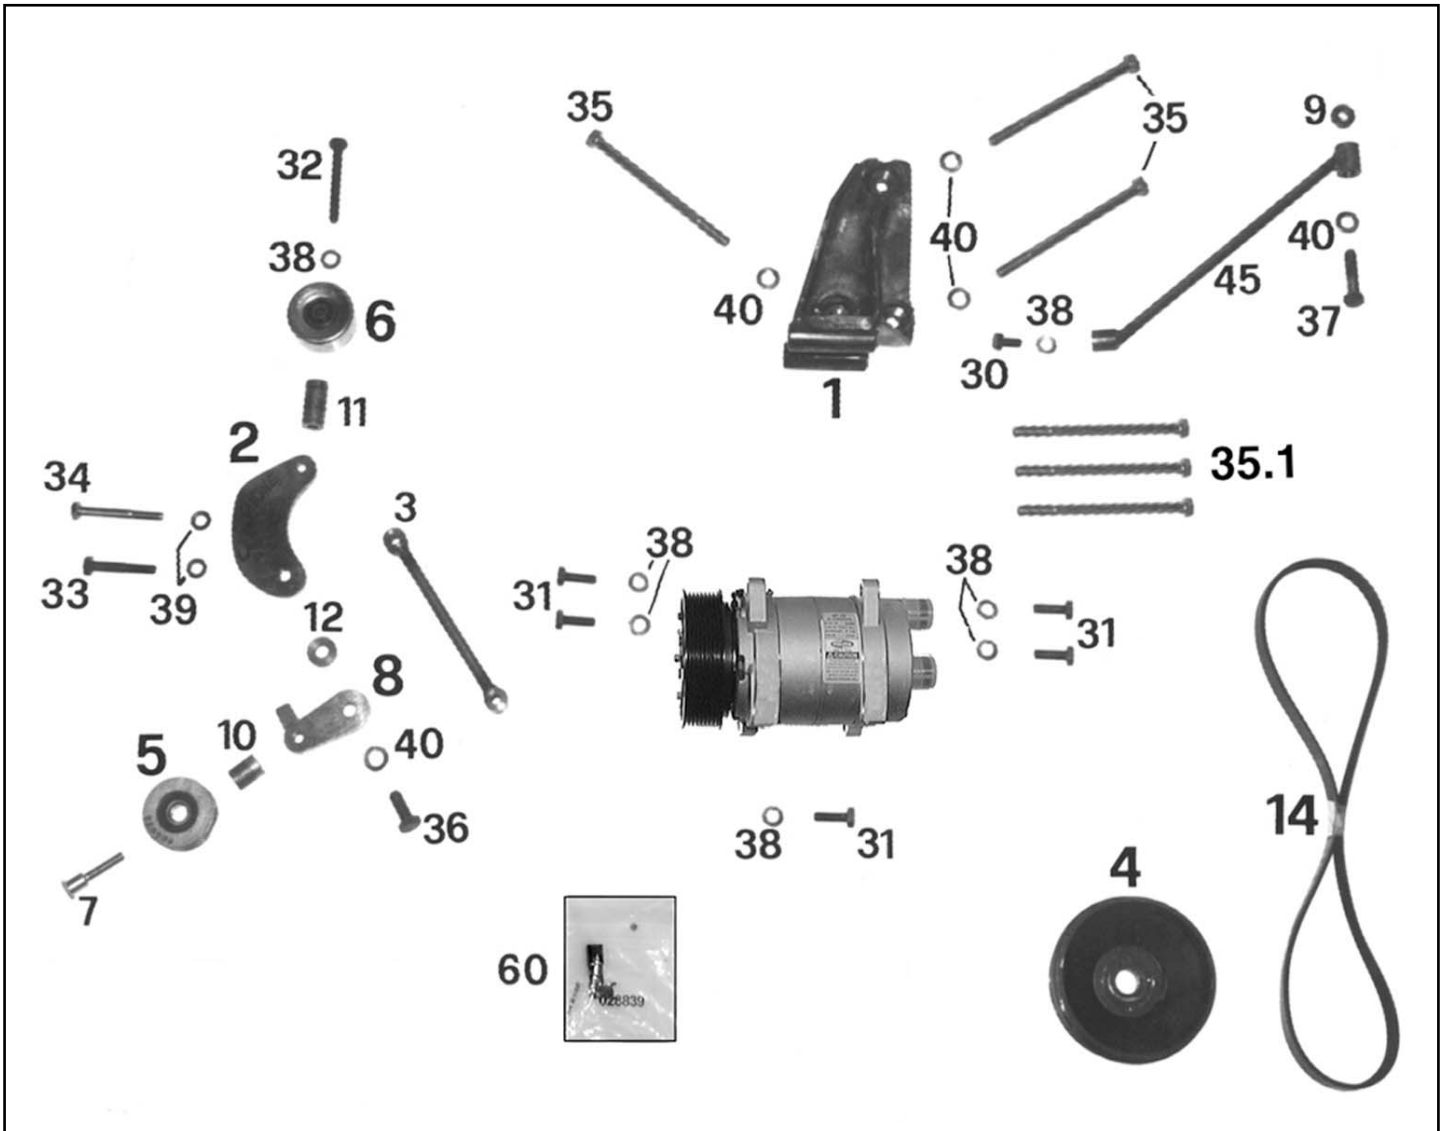

FIG. 1
Lo schema di montaggio illustra l'impianto AC e comprende a volte dei componenti accessori (es. minimo veloce, radiatore, ecc.) che debbono però essere ordinati separatamente, in aggiunta all'impianto base, consultando il ns. listino. Tutte le indicazioni relative alla DESTRA ed alla SINISTRA sono riferite al senso di marcia: SINISTRA = lato guida, DESTRA = lato passeggero. Tutti i numeri presenti nel testo e nelle figure, indicano componenti forniti del condizionatore e vanno pertanto riferiti ai kit di fig. 1. Tutte le viti e i raccordi tubi gas vanno bloccati senza superare i valori massimi delle coppie di serraggio indicati nella tabella seguente, se non diversamente specificato nel testo. Per il corretto funzionamento ed affidabilità delle cinghie installate, eseguire le seguenti operazioni:
Le manuel des instructions illustre l'équipement A.C. et il comprend quelque fois des composants accessoires (par ex. ralenti-accélééré, radiateur, ventilateur, etc) qui doivent cependant être commandés séparément, outre à l'installation de base, en consultant notre catalogue. Toutes les indications de DROITE et de GAUCHE se réfèrent à la direction de marche: GAUCHE = côté conducteur, DROITE = côté passager. Tous les numéros du texte et des figures indiquent les composants fournis du conditionneur. Ils doivent par conséquent être référés au kit de fig. 1. Tous les vis et les raccords des tuyaux gaz doivent être bloqués sans dépasser les valeurs maximum des couples de serrage indiqués dans le tableau suivant, si ce n'est pas spécifié différemment. Pour obtenir le bon fonctionnement et la fiabilité des courroies installées, effectuer les opérations suivantes:
This instruction manual illustrates the A.C. system and at times, includes accessories (eg. idle-speed device, radiator, fan, etc.). These parts, however, must be ordered separately from the basic kit, consult our parts list. All references to RIGHT and LEFT hand are related to driving direction: LEFT = driver's side, RIGHT = passenger's side. All numbers quoted in the next and under the photos refer to the components supplied of the air conditioning unit. One must therefore refer to the kit shown in fig. 1. All screws and gas pipes fittings must be locked without exceeding the maximum value of the driving torques indicated in the following table, if not otherwise. To ensure functioning and reliability of installed belts, carry out the following procedures:
Die Einbauanleitung beschreibt die Klimaanlage, in einigen Fällen gehören jedoch Bauteile hinzu (z.B. Leerlaufforrichtung, Kühler, Lüfter usw.) die separat zur Grundausstattung der Anlage zu bestellen sind, da es sich um Zusatzteile handelt, siehe unsere Preisliste. Alle Hinweise auf RECHTS und LINKS beziehen sich auf die Fahrtrichtung: LINKS = Fahrerseite, RECHTS = Beifahrerseite. Alle Ziffern im Text und der Abbildung 1, beziehen sich auf vorhandene Bestandteile des Bausatzes. Alle Schraub- und Schlauchverbindungen sind gemäß unten stehender Tabelle anzuziehen, falls nicht anders angegeben. Für Funktion und Lebensdauer der Keilriemen ist folgendes zu beachten:
- I Schema riassuntivo del montaggio compressore con indicazioni della relativa bulloneria di fissaggio (riferimento al kit di fig. 1). Nelle figure che seguono è descritta, in particolare, la sequenza di montaggio da seguire per la corretta installazione dei componenti.
- F Schéma récapitulatif du montage compresseur avec indications de la boulonnerie de fixation correspondante (ref. Kit de la fig. 1). Dans les figures qui suivent est décrite la séquence de montage à effectuer pour l'installation correcte des composants.
- GB Recapitulatory diagram of the compressor assembly and indications of the associated fixing nuts and bolts (ref. Kit of fig. 1). The assembly sequence to be followed for a right components installation is described in detail in the following pictures.
- D Gesamtdarstellungsschema des Kompressor mit Hinweisen des entsprechenden Schraubensatzes für die Befestigung (bezüglich Kit der Abbildung 1). In den folgenden Abbildungen ist im Einzelnen die Reihenfolge des Einbaus für eine korrekte Installation der Bestandteile gezeigt.
- E Esquema recopilativo del montaje compresor con las indicaciones de la relativa tornilleria de fijación (referencia al kit de la fig. 1). Por las figuras que siguen esta descrita, en detalle, la secuencia de montaje a efectuar para la correcta instalación de los componentes.